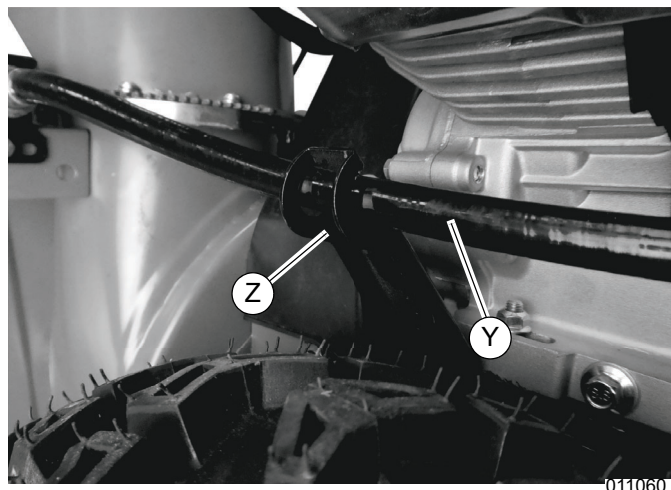

Figura 2-14. Cable del soporte de rotación
15. Consulte la **Figura 2-14**. Coloque el cable del soporte de rotación (Y) en la placa conectora (Z).